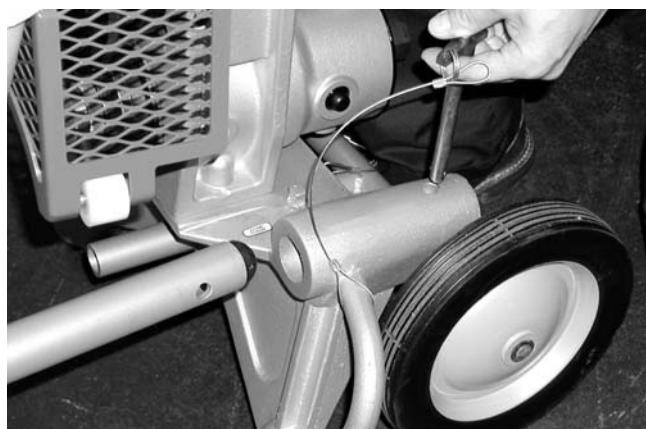

Figura 25 – Acoplamiento de las patas de soporte
3. Meta las patas de soporte de la Ranuradora en la base e introduzca las clavijas de enganche (*Figura 25*). Las patas pueden usarse como mangos para empujar el carro de la Ranuradora a la zona de trabajo.